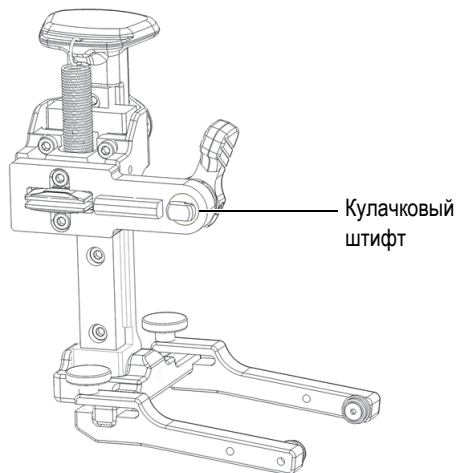

Рис. 2-10 Горизонтально выровненные плоские кромки
1. Используя установочный рычаг, поверните кулачковый штифт так, чтобы плоские кромки расположились горизонтально (Рис. 2-10 на стр. 43).